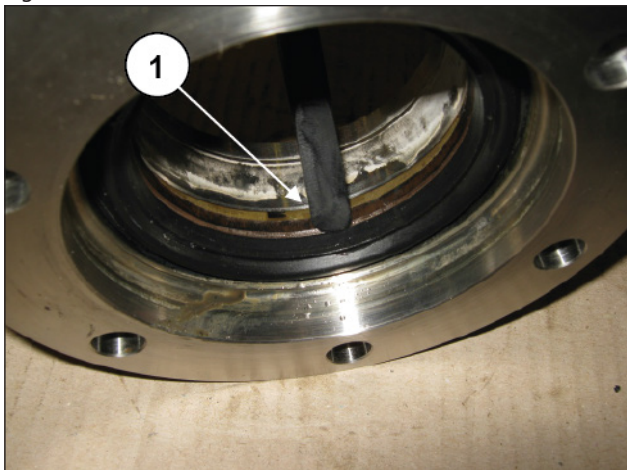
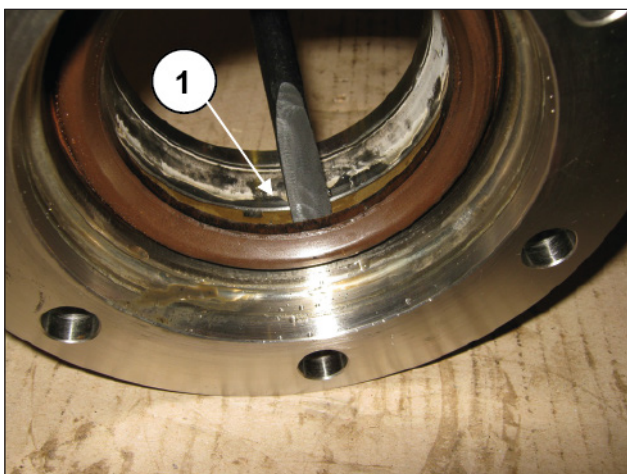
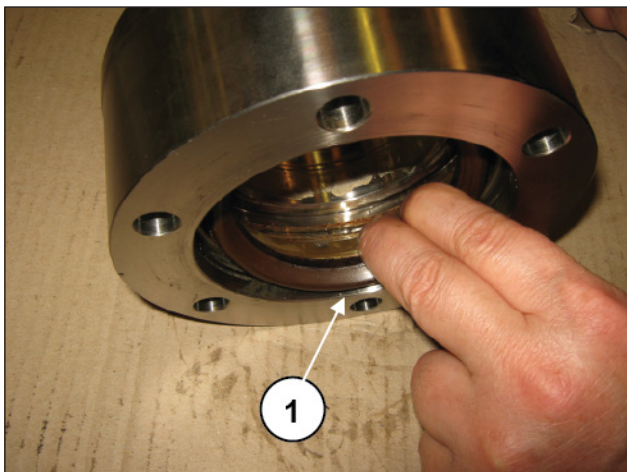
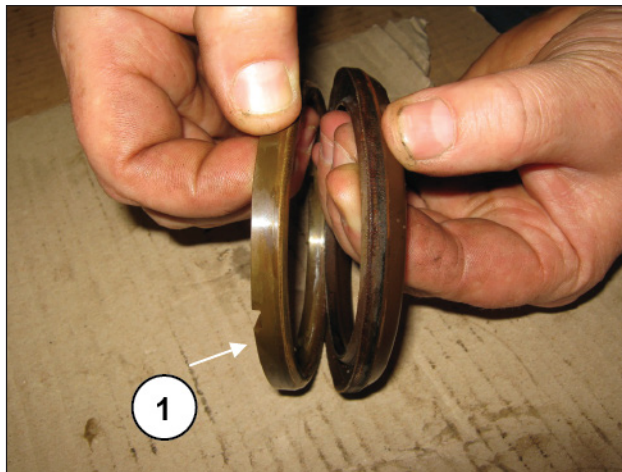

Fig. 216
Fig. 217
Fig. 218
Fig. 219
Extraer de la camisa, en el siguiente orden, la anilla restop (pos. ①, Fig. 216) y la anilla de retención (pos. ①, Fig. 217 - Fig. 218) con la anilla de cabeza del pistón y separarlas (pos. ①, Fig. 219).